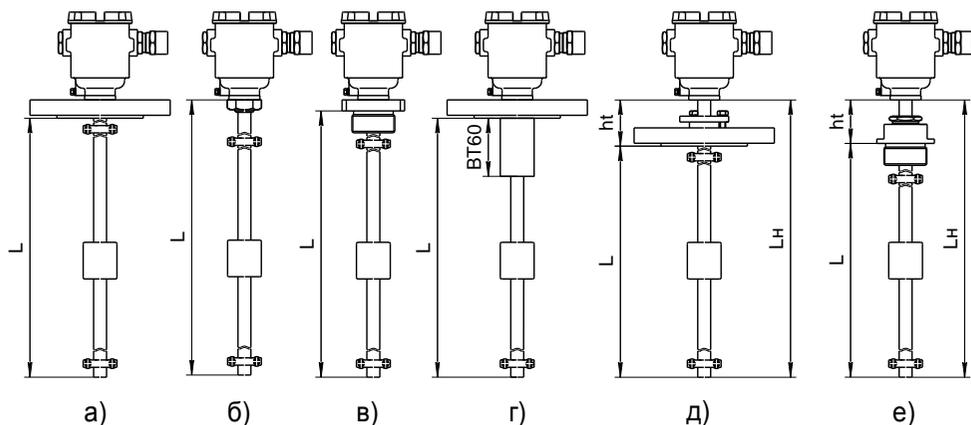

Рисунок 3
2.1.11 ПМП могут изготавливаться с длиной направляющей в соответствии с 1.2.3. Длина направляющей (рисунок 3) – это расстояние от торцевой поверхности направляющей до уплотнительной поверхности устройства крепления (фланца или резьбового штуцера) (L) или до торцевой поверхности корпуса в случае регулируемого устройства крепления (L_H). Длина направляющей при заказе указывается в условном обозначении ПМП.
По умолчанию, у ПМП с нерегулируемым устройством крепления устройство крепления приваривается на направляющую вплотную к корпусу (рисунок 3а, 3б, 3в, 3г).
2.1.12 Исполнение с втулкой **BT60** (рисунок 3г) применяется для оснащения резервуаров, подверженных при эксплуатации ударам и вибрациям. Конструктивная втулка высотой 60 мм повышает ударо- и вибропрочность сварного соединения направляющей с фланцем.
2.1.13 По умолчанию, регулируемое устройство крепления устанавливается на расстоянии $ht = 100$ мм (рисунок 3д, 3е).
б) Транспортный вариант (исполнение **Tr**) выдерживает воздействие МВВФ, соответствующих группе механического исполнения М30 по ГОСТ 30631. Изготавливается с длиной направляющей от 100 до 2500 мм и только с фланцевыми нерегулируемыми устройствами крепления. Имеет нижнюю неизмеряемую зону Δh_n не менее 20 мм, верхнюю Δh_v не менее 20 мм при длине направляющей до 500 мм и не менее 80 мм при длине направляющей 500 мм и более. Преобразователь транспортного варианта исполнения с длиной направляющей более 500 мм имеет конструктивную втулку ВТ60 (рисунок 3г), повышающую ударо- и вибропрочность сварного соединения направляющей с фланцем.